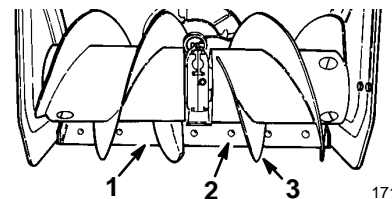

Figure 8
2. Amenez la déneigeuse sur une surface horizontale et vérifiez si la lame racleuse (Fig. 8) est bien parallèle au sol. Si ce n'est pas le cas, réglez le montage de la lame racleuse comme expliqué à la page 21.